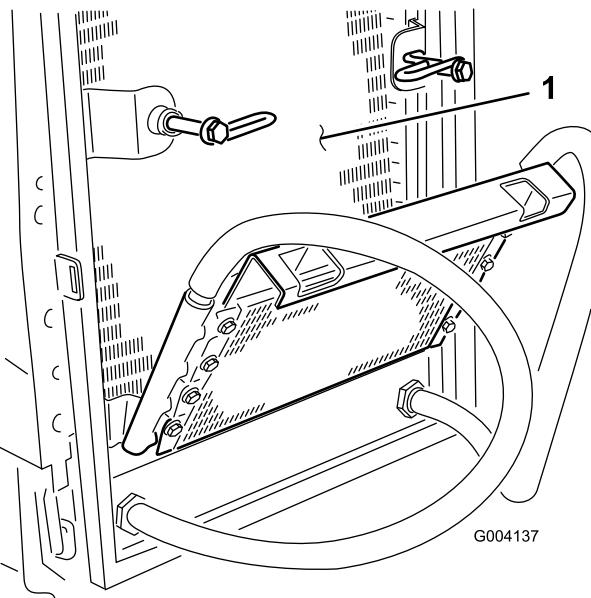

Bild 81
- Reinigen Sie beide Seiten des Ölkuhlers und des Kühlers gründlich mit Druckluft (Bild 81).